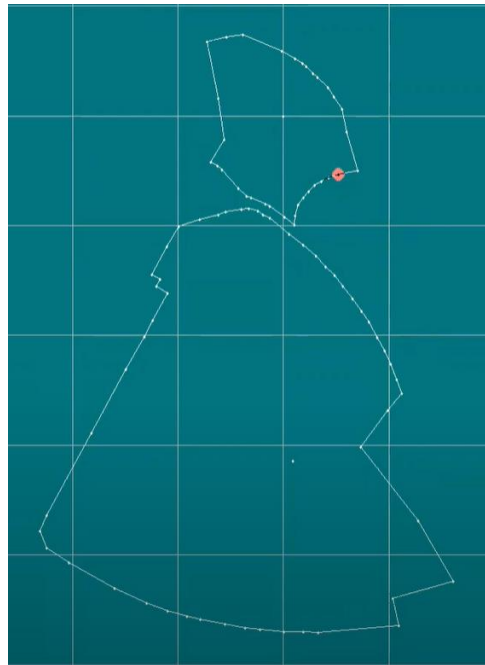

Figura 367. Jardines.
38. Repetir los pasos 36 y 37 con el segundo jardín. Figura 367.